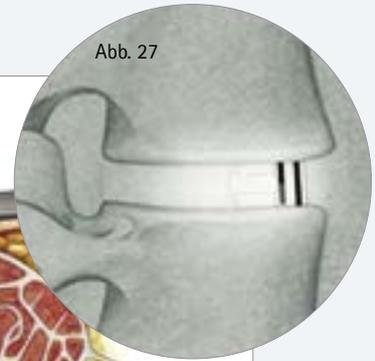

Abb. 27
(Abb. 27–28)**
- Bei lateraler Sicht sollten die beiden lateralen Röntgenmarker, wie in Abb. 27 dargestellt, als eine Linie zu sehen sein.